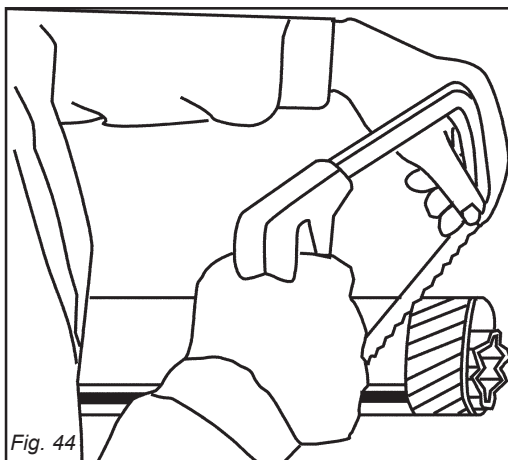
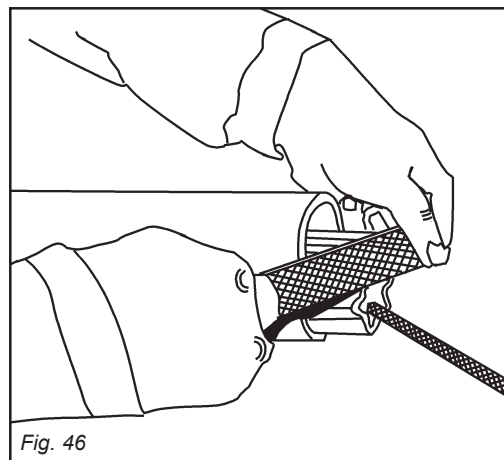
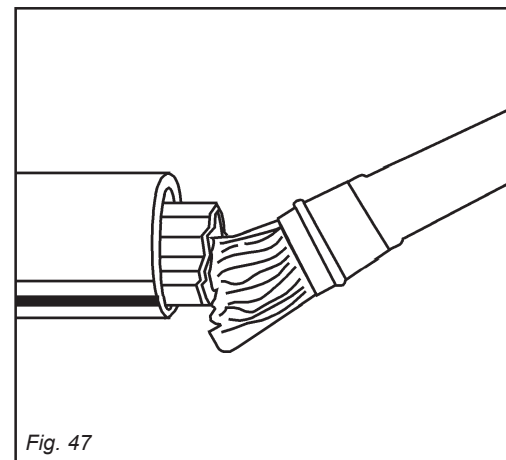

Fig. 44
Fig. 46
Fig. 47
- Accorciare i tubi scorrevoli di una stessa lunghezza (Fig. 44 e 45), sbavare e pulire (Fig. 46) e ingrassare l'interno del tubo esterno (Fig. 47).
- Die Gleitrohre um die gleiche Länge (Abb. 44 und 45) kürzen, sie abgraten und reinigen (Abb. 46) und das Innere des Außenrohrs schmieren (Abb. 47).